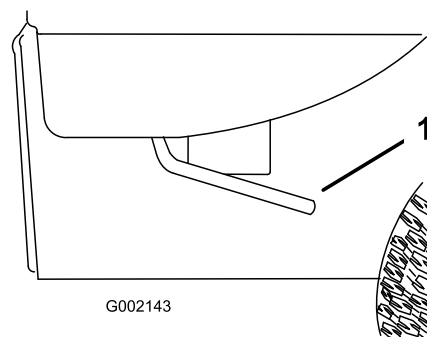

Figura 26
1. Com a alavanca em cada um dos lados, levante a caixa (Figura 26).